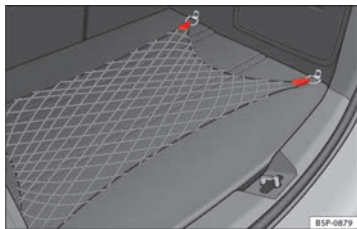

Abb. 101 Gepäckraumnetz
- Verwenden Sie zur Befestigung des Gepäckraumnetzes die seitlichen Befestigungsringe im Gepäckraum ⇒ Abb. 101.